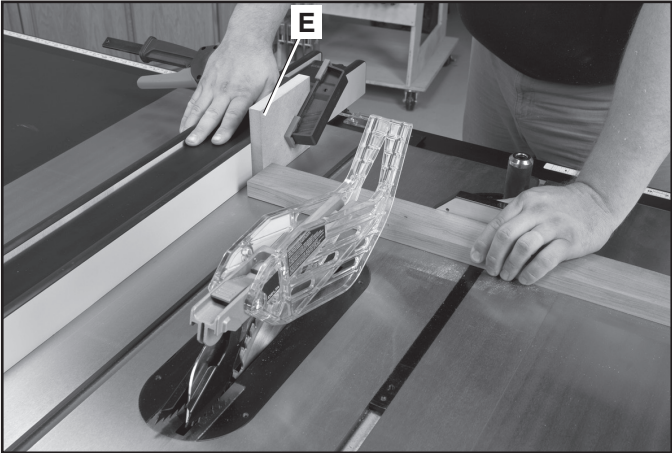

FIG. 60
Cuando corte transversalmente un número de piezas de la misma longitud, puede fijar un bloque de madera (E) a la guía y utilizarlo como un calibrador de corte (Fig. 60). El bloque (E) debe tener un espesor de al menos 19 mm (3/4 pulg.) para evitar que la pieza cortada se trabe entre la hoja y la guía al retirarla de la hoja de la sierra. Es importante que este bloque de madera siempre esté ubicado delante de la hoja de la sierra como se muestra en la ilustración. Una vez determinada la longitud del corte, asegure la guía y utilice el calibrador de inglete para introducir el trabajo en el corte.